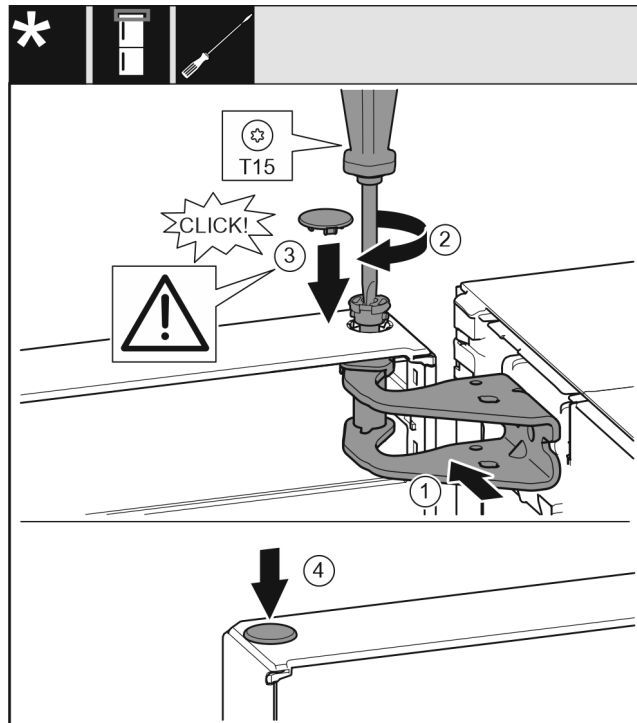

Fig. 19
- ▶ Dveře nahoře vyrovnejte s otvorem ve stojanu ložiska. Fig. 19 (1)
- ▶ Vložte čep a pevně jej utáhněte šroubovákem T15. Fig. 19 (2)
- ▶ K zajištění dveří namontujte bezpečnostní kryt: Bezpečnostní kryt nasad'te a zkontrolujte, zda přiléhá na dveře. V opačném případě čep zcela zasuňte. Fig. 19 (3)
- ▶ Vložte zátku. Fig. 19 (4)